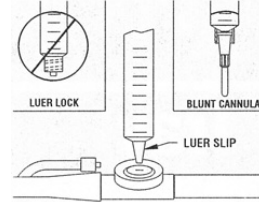

FIG. 4
7. 尿標本を採取するには、サンプリングポート表面を消毒剤で拭く。ルーアースリンジあるいはプラントチップカニューラの先端をニードルレスサンプリングポートの中央に挿入する(FIG. 4)。標本を採取したらシリンジを抜き取る。
注意：ルーアロック方式のシリンジは使用不可[サンプリングポートに挿入できないため](FIG. 4)。
④カテーテルの体外に出ている部分を切断する。ただし断端を尿道内に押し込まないようにコップ等で固定して処置を行う(図3)。場合によってはインフレーションルーメンに合う径の留置針を差し込み、再度ゆるやかにポンピングを試みる(図4)。